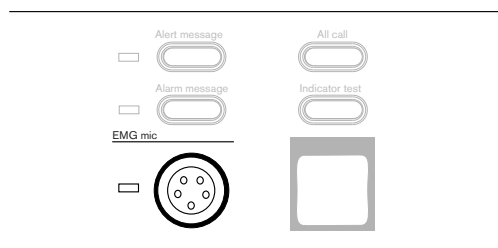

Figura 7.14 Indicador do microfone de emergência
- O indicador vermelho EMG mic (Mic de EMG) acende-se (consulte a *Figura 7.14*).